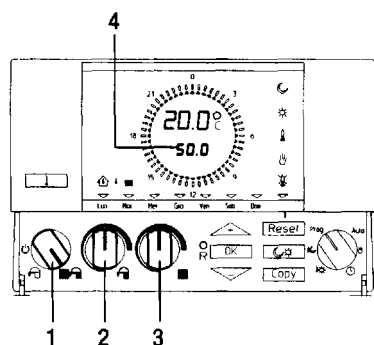

Fig. 11
- С помощью ручки (рис. 11 поз. 1), пульт ДУ переводится в режим подготовки горячей воды и нагрева системы отопления.
С помощью ручки (рис. 11 поз. 2) регулируется температура горячей воды, а с помощью ручки (рис. 11 поз. 3) регулируется температура воды в системе отопления. При этом, дисплей (рис. 11 поз. 4) показывает устанавливаемые значения температур во время регулирования.